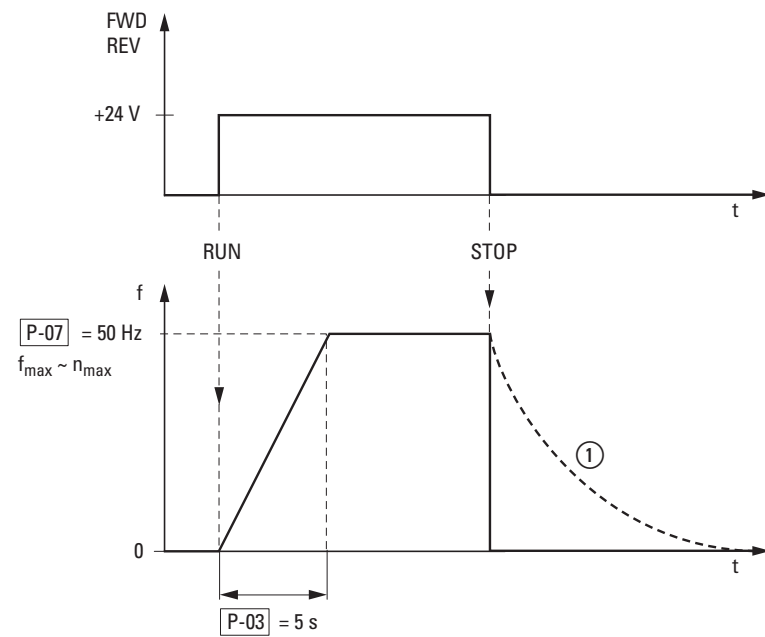

Abbildung 55: Start-Stopp-Befehl bei maximaler Sollwertspannung, Beschleunigungsrampe 5 s
Abbildung 55 auf Seite 88 zeigt beispielhaft den Verlauf, wenn das Freigabesignal (FWD/REV) angeschaltet wird und die maximale Sollwertspannung (+10 V) anliegt. Der Motor folgt in seiner Drehzahl der Ausgangsfrequenz, in Abhängigkeit vom Last- und Trägheitsmoment (Schlupf), von null bis n_{max} .
Wird im Betrieb das Freigabesignal (FWD, REV) abgeschaltet, so wird der Wechselrichter sofort gesperrt (STOP) und die Ausgangsfrequenz auf null gesetzt. Der Motor läuft ungeführt aus (siehe ① in Abbildung 55).